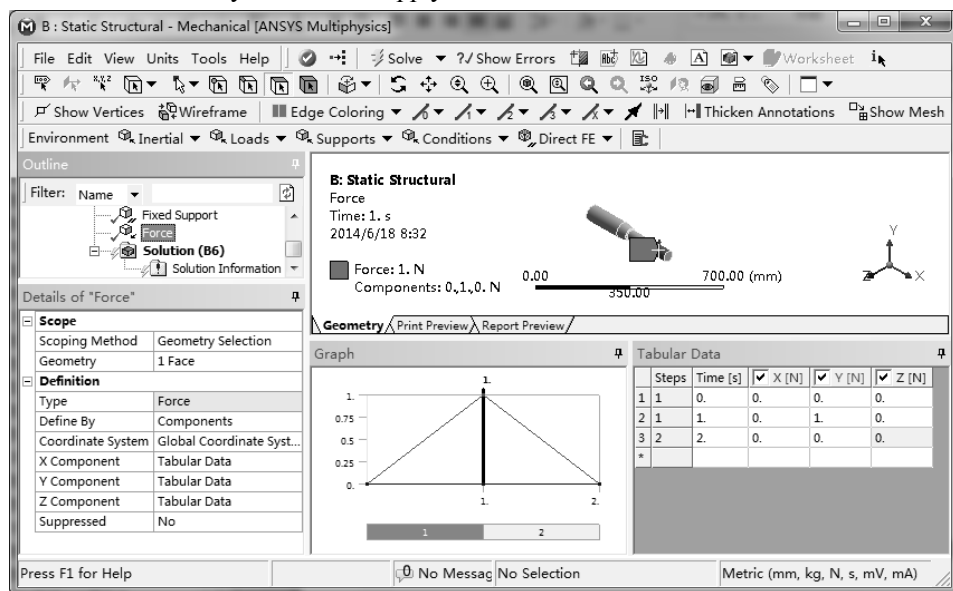

图 7-61 施加力
3) 单击【Environment】工具栏上的【Load】|【Force】命令，单击【图形】工具栏上的选择模式下的【Single Select (单选)】按钮 ，然后再单击【Face (选择面)】按钮 ，在【Details of “Force”】列表中单击【Scope】选项下的【Scoping Method】项，选择如图 7-61 所示端部小圆柱表面，最后单击【Geometry】项中的【Apply】按钮，通过表形式施加力，如图 7-61 所示。